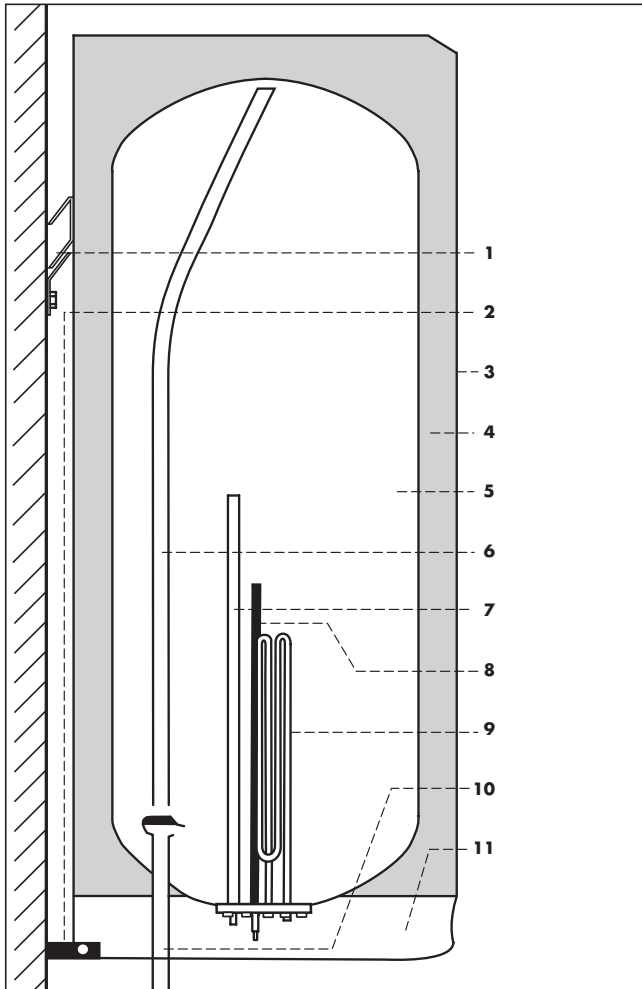

Abb. 1.2 Aufbau
Der Wasserinhalt ist bei geschlossenen Warmwasserzapfventilen nicht mit der Atmosphäre verbunden. Beim Öffnen eines Warmwasserzapfventiles strömt das Kaltwasser durch das Kaltwasserzulaufrohr (10, Abb. 1.2) und drückt das warme Wasser vom Innenbehälter (5) durch das Warmwasserauslaufrohr (6) heraus.